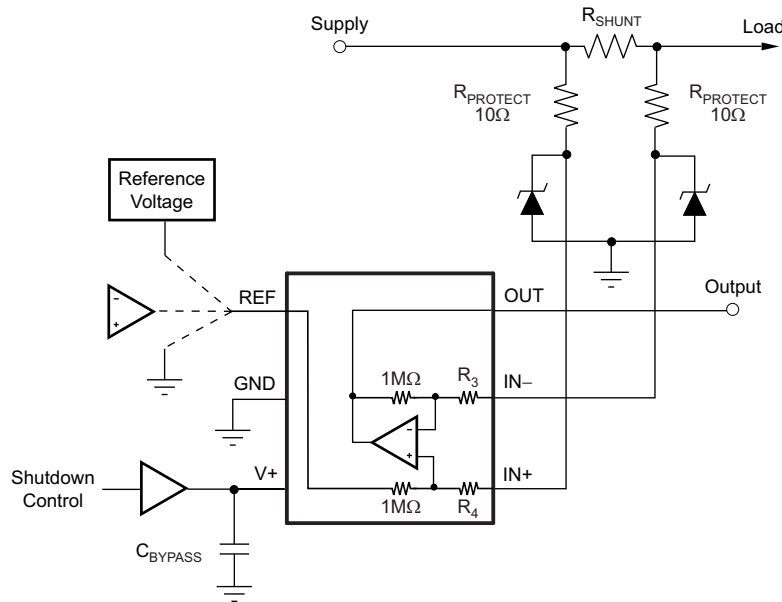
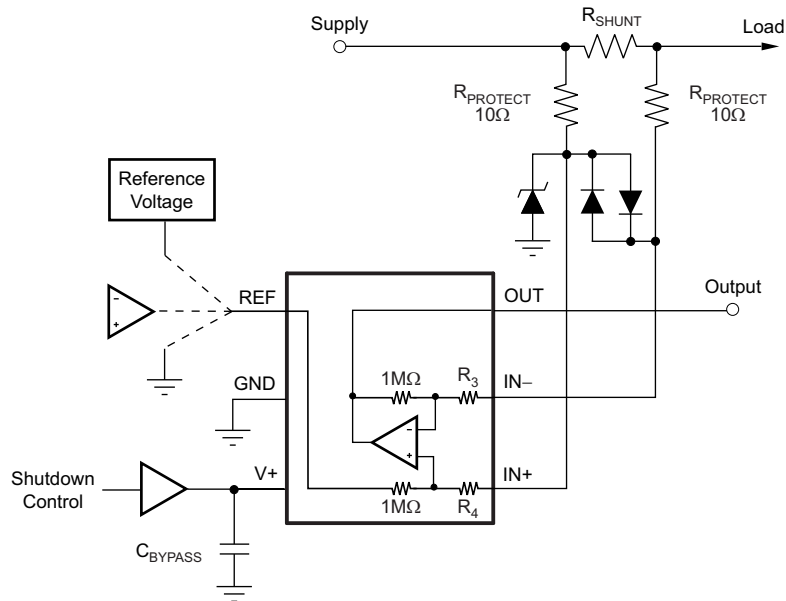

图 24. 使用双齐纳二极管的 INA199 瞬态保护
图 25. 使用一个单 Transzorb 和输入钳制来实现 INA199 瞬变保护
借助少量的额外电路，INA199 系列可用于瞬变高于 26V 的电路中，例如车载应用。只使用齐纳二极管或者齐纳类型瞬态吸收器（有时是指瞬变电压抑制器 (*Transzorbs*)）；任何其它类型的瞬态吸收器有一个无法接受的时间延迟。从添加一对图 24 中所示的电阻器作为齐纳二极管的工作阻抗开始。需要将这些电阻器的值保持在尽可能小，大多数情况下大约为 10Ω 。可使用会对增益产生影响的更大的电阻值，在输入滤波部分对这个影响进行了讨论。由于这个电路只限制短期瞬态，一个 10Ω 电阻器连同可找到的最低额定功率的传统齐纳二极管可以满足很多应用的要求。这个组合使用最少的电路板空间。这些二极管可在小至小外形尺寸晶体管封装 (SOT)-523 或者小外形尺寸二极管封装 (SOD)-523 的封装中找到。
如果低功耗齐纳二极管不具有足够的瞬态吸收能力而必须使用一个更高功耗的瞬变电压抑制器的话，那么最有效封装解决方案是在器件输入之间使用一个单瞬变电压抑制器和背靠背二极管。这个方法显示在图 25 中。最有效利用空间的解决方案是在一个单 SOT-523 或者 SOD-523 封装内的双串联二极管。在图 24 和图 25 中所示的示例中，带有所有保护组件的 INA199 所需的电路板面积少于一个小外形尺寸 (SO)-8 封装的面积，并且只稍微大于一个微型小外形尺寸 (MSOP)-8 封装的面积。